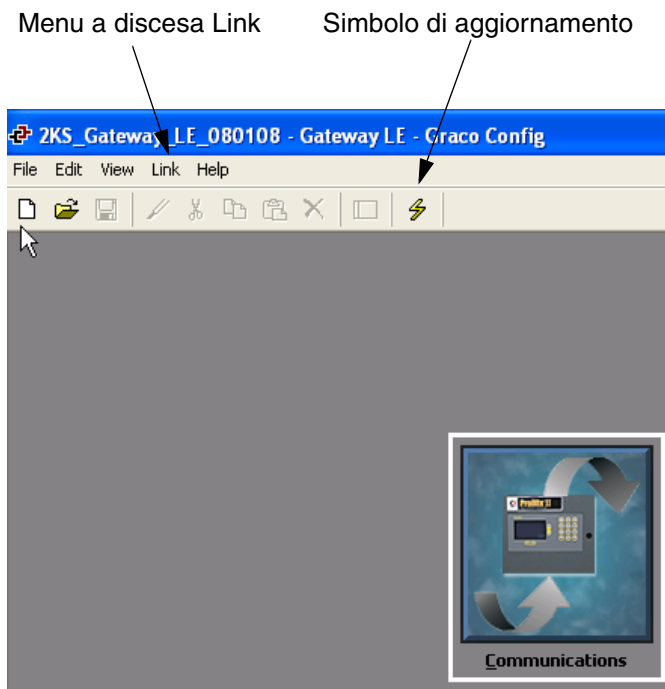

FIG.15: Pagina principale GracoConfig
3. Accedere a File>Open e selezionare il file con estensione .gg2. Una volta caricato, il nome del file verrà visualizzato nella parte superiore della finestra (FIG.15).
4. Download del database utilizzando il comando Link>Update. Come comando abbreviato, utilizzare il simbolo di aggiornamento  disponibile sulla barra degli strumenti. Vedere la FIG.15.